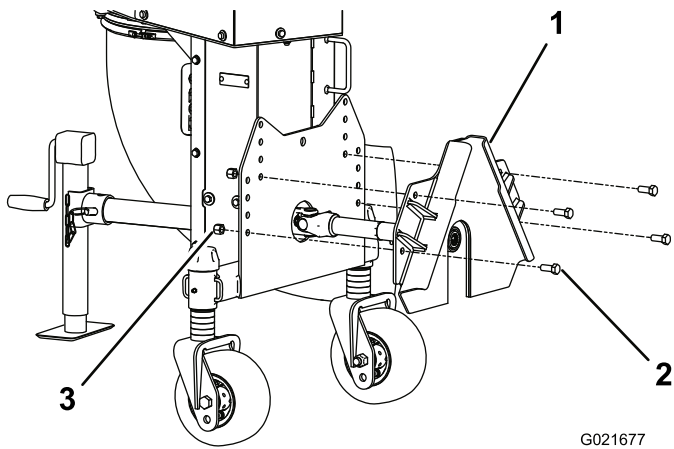

Bild 11
- Befestigen Sie die Befestigungsplatte mit vier Schrauben (1/2" x 1-1/4") und vier Bundmuttern (1/2") am Rahmen des Laubblägers (Bild 11). Verwenden Sie für das Anbringen die unteren Löcher an jeder Seite der Befestigungsplatte. Ziehen Sie die Schrauben mit 92-113 N-m an.